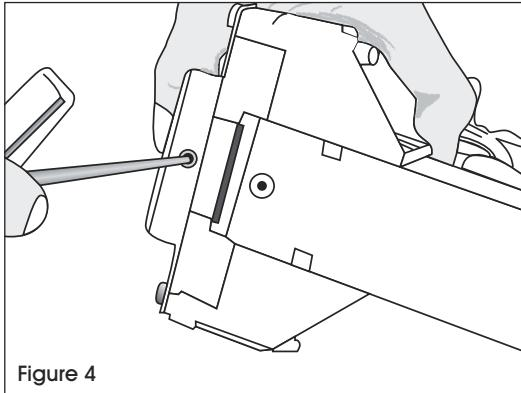

Figure 4
- Desserrez la vis de réglage qui se trouve sous l'agrafeuse à l'aide d'une clé Allen 3 mm. (Voir Figure 4)